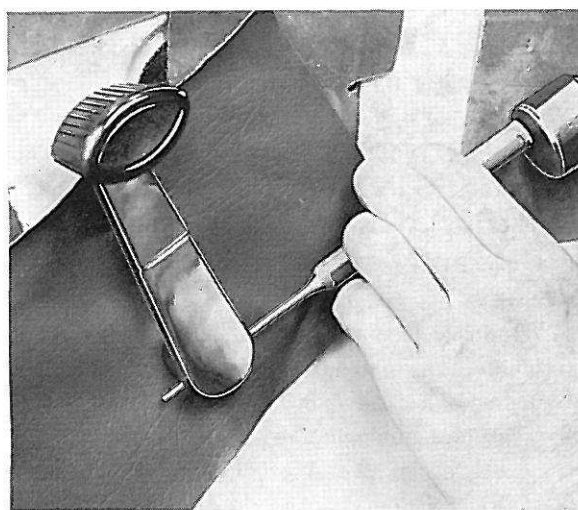

Figure 15. Dépose de la poignée intérieure de porte, modèle antérieur
6. Extraire la clavette de la poignée intérieure avec un mandrin approprié (figure 15) et déposer ensuite cette poignée.